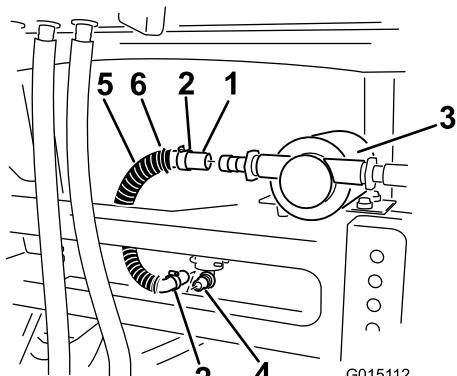

Figura 24
- Instale uma extremidade do tubo na união a 90° na parte inferior do depósito de lavagem (Figura 24).
- Instale a cobertura sobre a bomba e insira as patilhas da cobertura nas ranhuras no membro da estrutura (Figura 24).